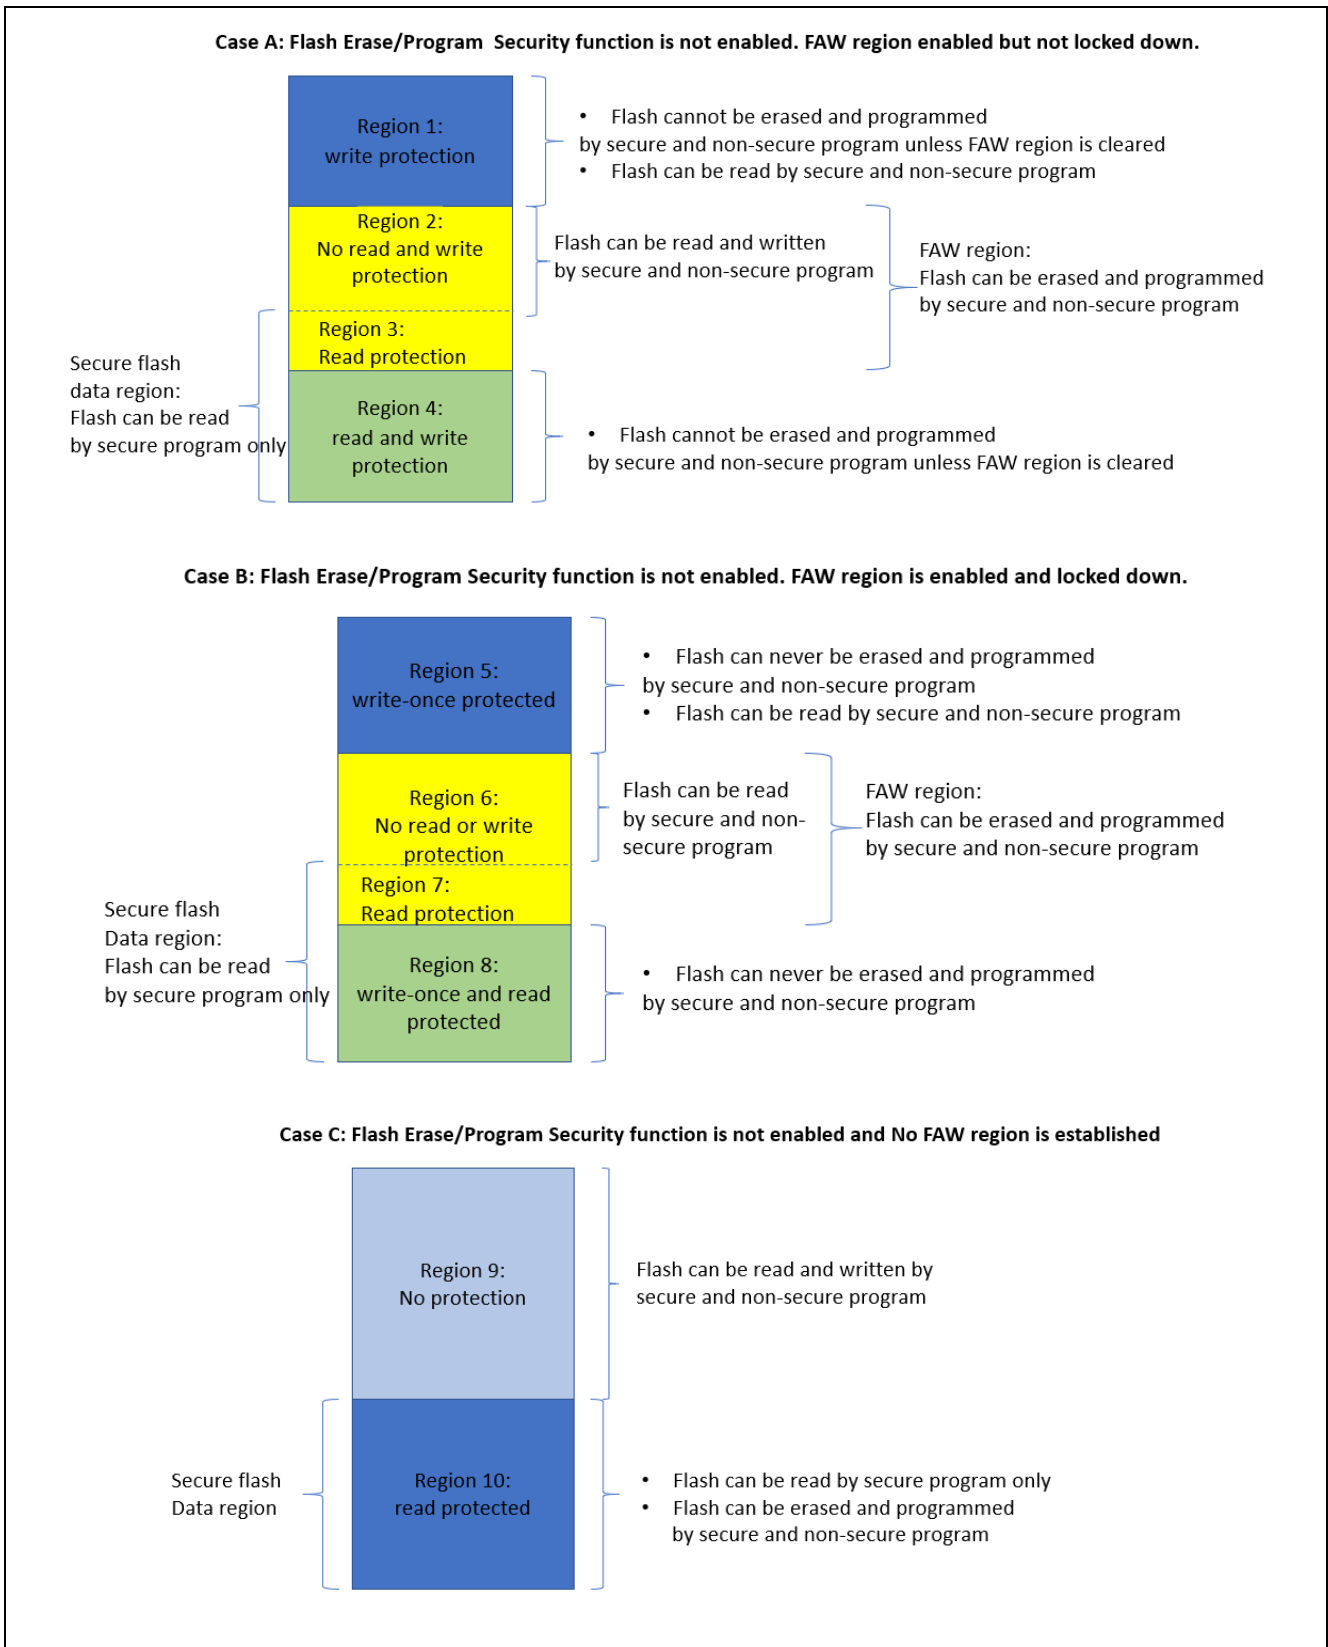

図 8.セキュリティ機能を有効にしない場合のコードフラッシュの読み取りと、消去およびプログラミング (書き込み) の制御
1.2.2 章で説明したように、フラッシュ領域の書き込み保護を実施する方法は 2 通りあります。このアプリケーションノートは、FAW を使用してフラッシュの書き込み保護を実施しています。図 8 に、セキュリティ MPU と FAW を組み合わせて使用し、セキュリティ機能を有効にしていない場合のコードフラッシュの読み取りと、消去およびプログラミング (書き込み) の各アクセス制御を示します。